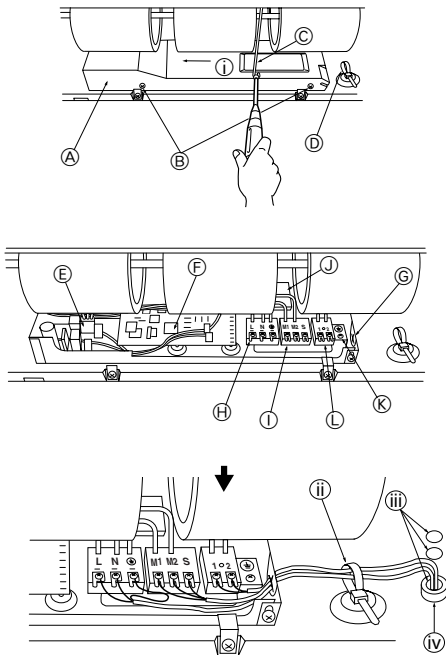

Fig. 6-1
6.1. Elektrik kablolarının bağlanması (Fig. 6-1)